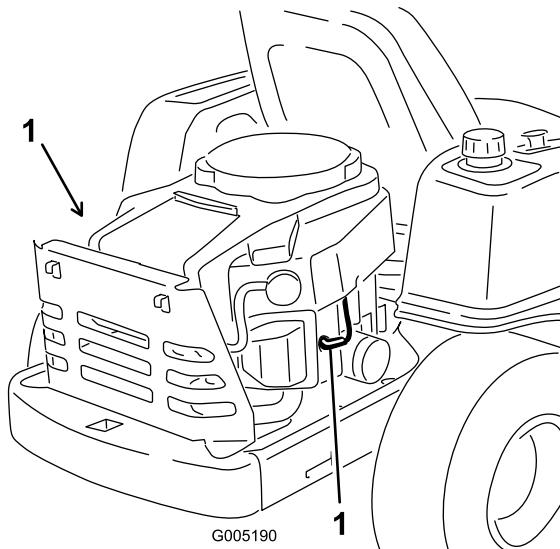

Figura 35
- Retire el cable de la(s) bujía(s) (Figura 35).
3. Conecte el cable a la bujía (Figura 35).